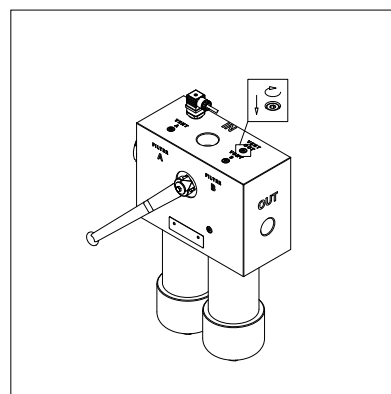

fig. 23
- (Fig. 23) Far fuoriuscire l'aria dall'impianto attraverso il tappo "Vent OUT", finché il fluido di lavoro non inizia a trafilare. Serrare immediatamente il tappo di sfiato